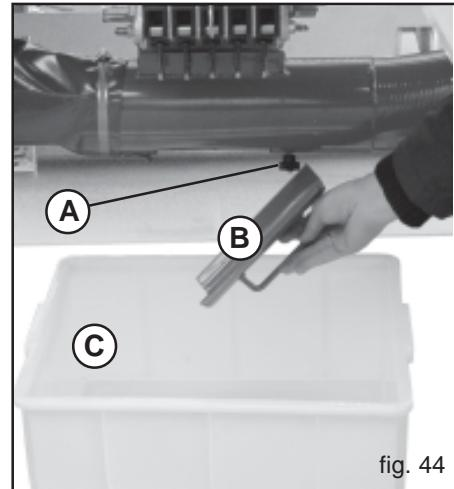
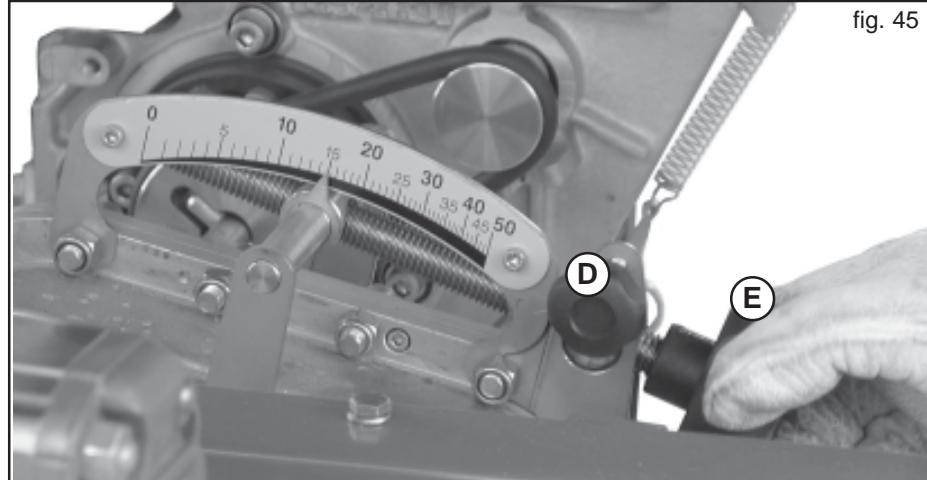

fig. 44
fig. 45
- 2) Desserrer la pommelle (A, Fig. 44) et enlever le rideau (B).
- 3) Positionner le bac de semis sous le déchargement (C).
- 4) Desserrer la vis de fixation placée sur le réglage de la boîte de vitesse (D, Fig. 45) puis agir sur la poignée de réglage (E, Fig. 45) pour placer l'indicateur gradué dans la position souhaitée (en fonction de la quantité de produit à distribuer).
- 8) Lorsque l'essai de dosage est effectué avec succès, fixer à nouveau la vis de fixation du réglage de la boîte de vitesse (D, Fig. 45).